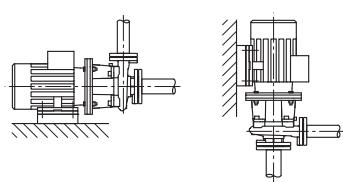
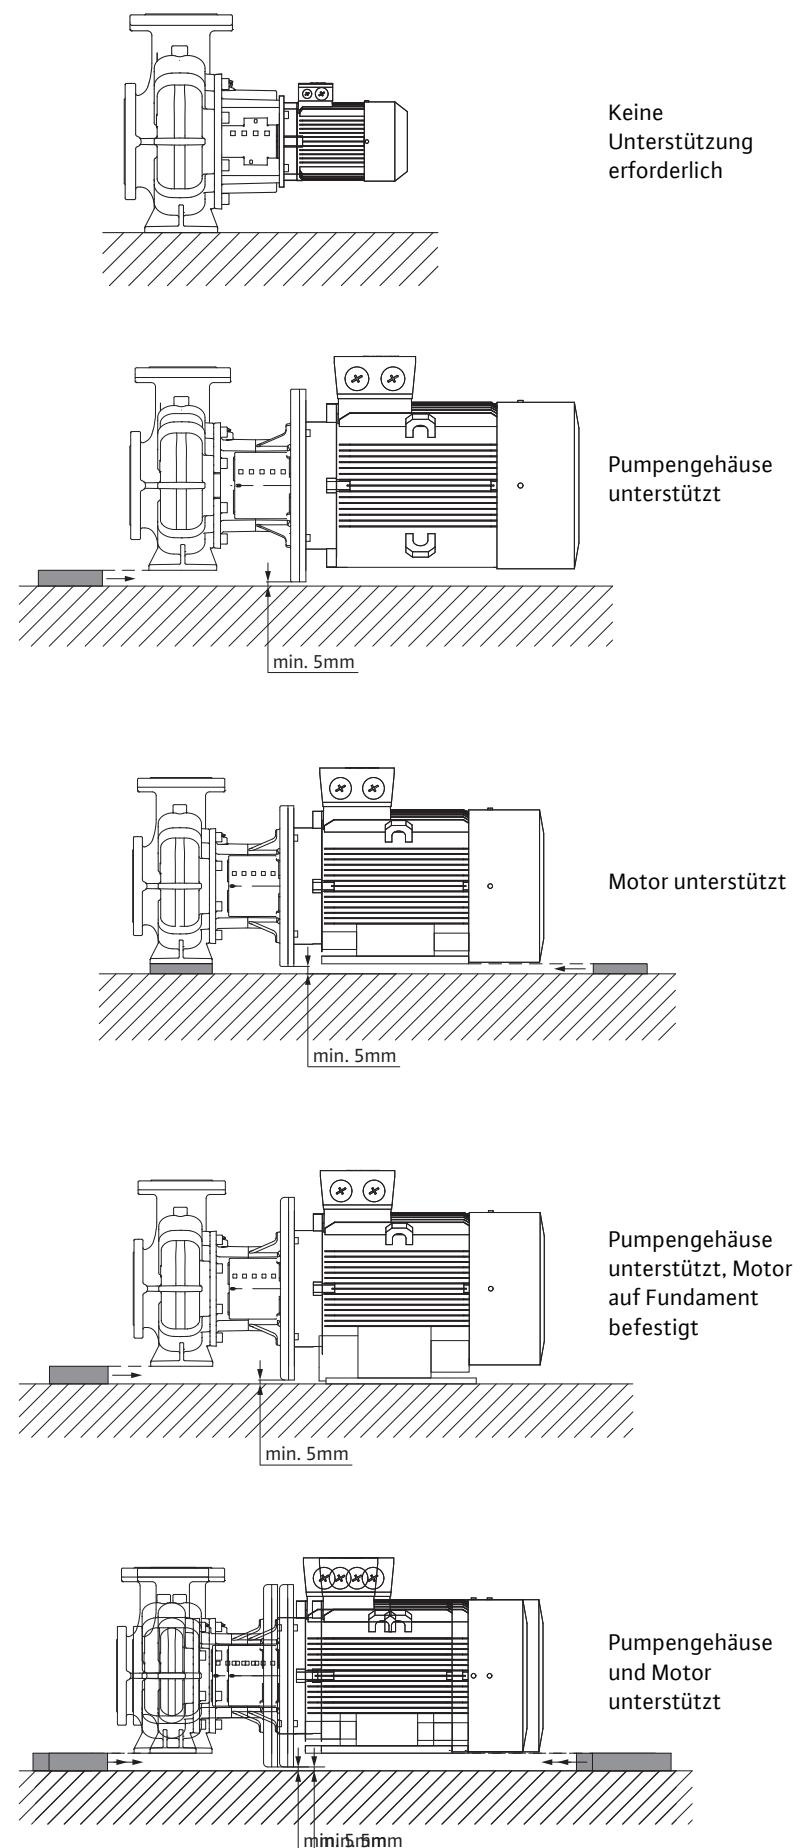

Fig. 41: Ausführung BL
Fig. 42: Einbaubeispiele BL
- Blockpumpen der Baureihe BL sind auf ausreichenden Fundamenten bzw. Konsolen aufzustellen (Fig. 41). Bei Pumpen vom Typ BL muss der Motor ab einer Motorleistung von 18,5 kW unterstützt werden, siehe Einbaubeispiele BL (Fig. 42).